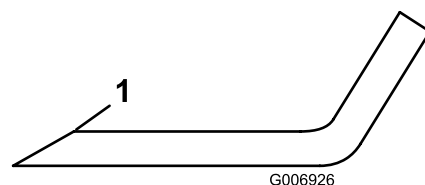

図 98
5. 全部のブレードの切っ先を丁寧に点検する。切っ先が鈍くなっていたり欠けていたりした場合には研磨する。研磨は刃先の上面だけに行い、刃の元々の角度を変えずに刃先を鋭利にする図 98。
6. 刃先に磨耗や欠けがある場合には研磨するが、研磨は刃先の上面だけに行い、刃の元々の角度を変えないように十分注意する図 98。